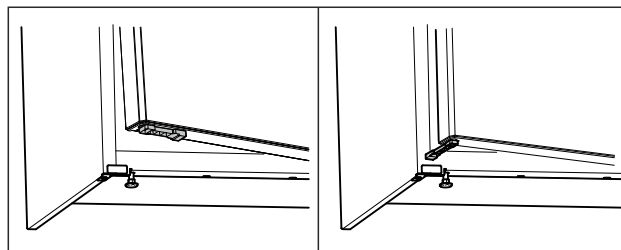

Fig. 56 \*
- ▶ Omejevalnik odpiranja vrat obrnite za 90°. (glejte Fig. 56) \*